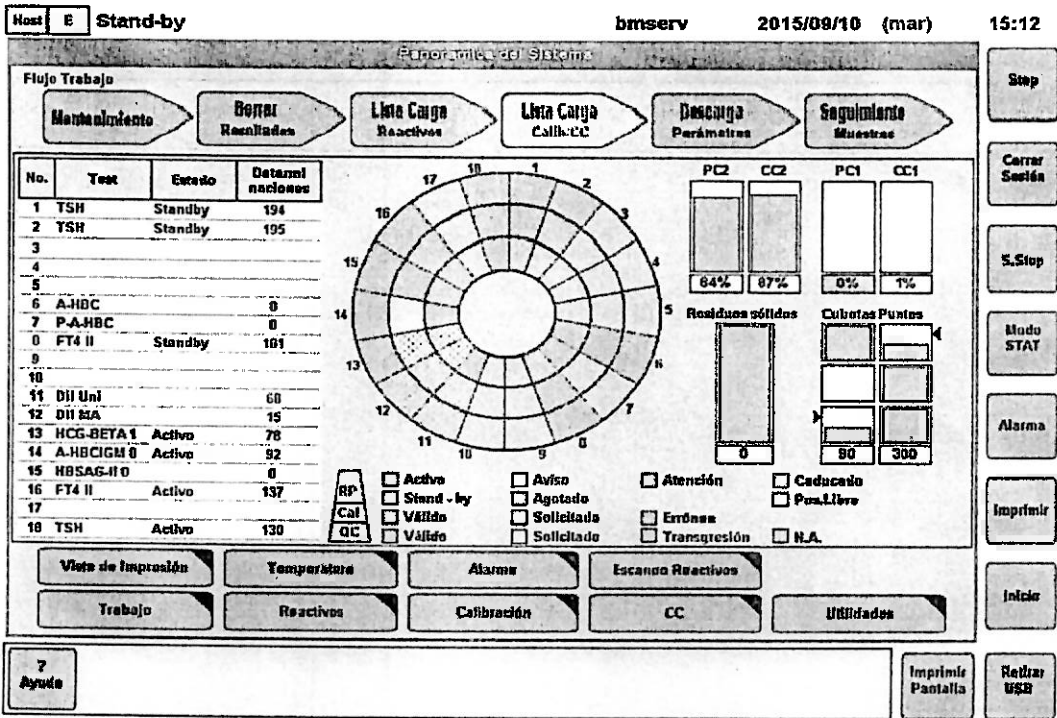

Imagen 69. Pantalla panorámica del Sistema.
- Comprobar que haya espacio en la bandeja de salida. Dirigirse a la pantalla Panorámica del Sistema y seleccionar el menú global de inicio. (Ver Imagen 69)